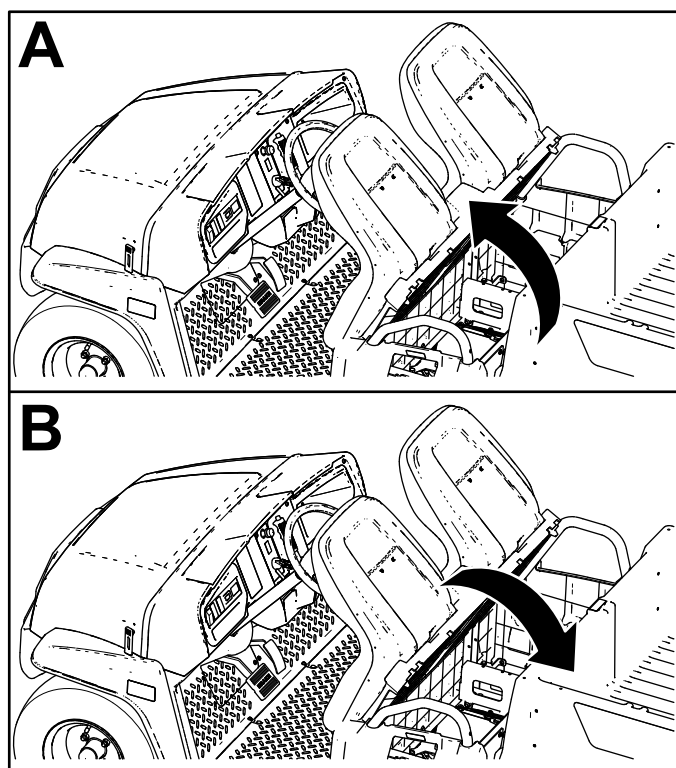

Figure 32
Pour relever l'ensemble sièges, basculez-le vers l'avant jusqu'à ce qu'il repose sur le volant (Figure 32).
Pour abaisser l'ensemble sièges, basculez-le vers l'arrière jusqu'à ce qu'il retrouve sa position initiale (Figure 32).
1. Poussez l'ensemble sièges en avant, en position relevée (Figure 32).